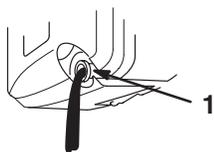

Figure 13
- Basculer la tondeuse du côté gauche, et laisser l'huile s'écouler dans un récipient approprié (Fig. 13).